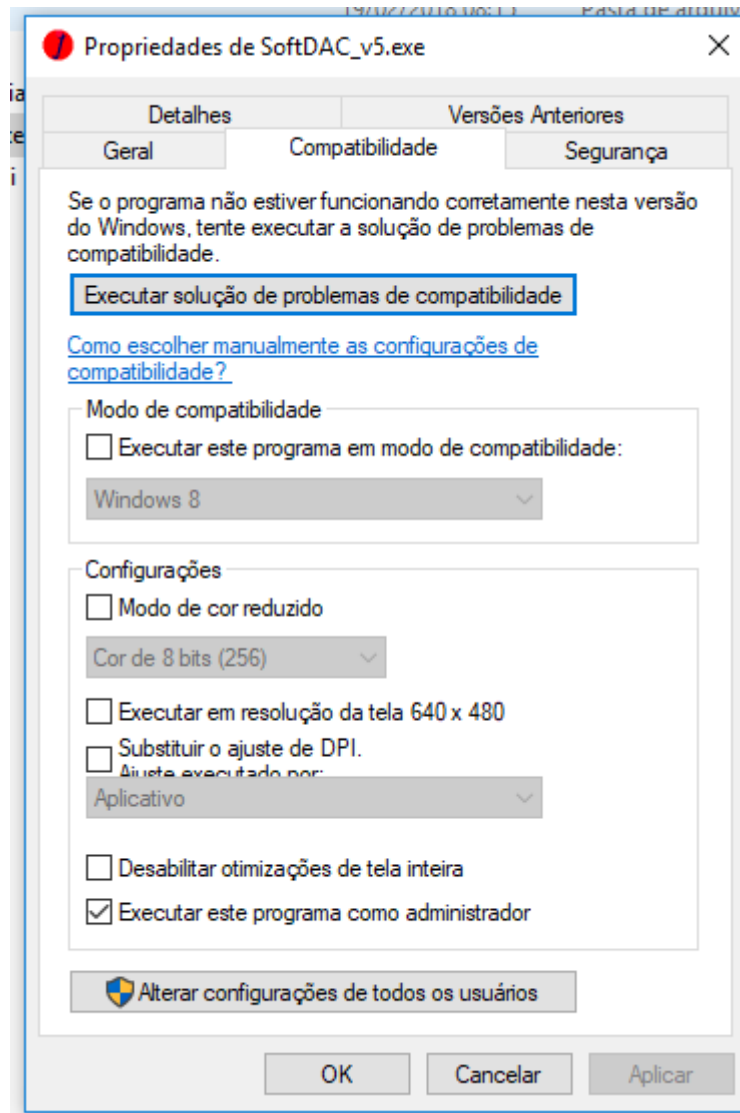

Figura 3: Compatibilidade
- 4) Marque “Executar este programa como administrador”, veja figura 3, abaixo.